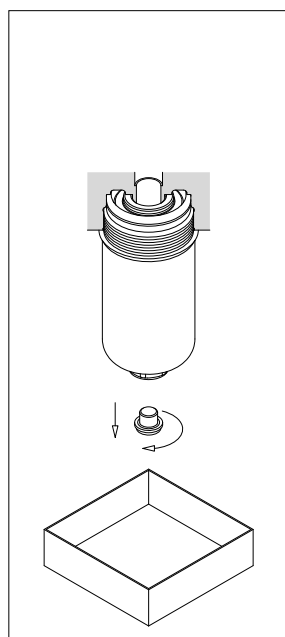

fig. 9
- (Fig. 9) Dove presente, svitare il tappo di drenaggio predisponendo un recipiente per la raccolta del fluido di lavoro